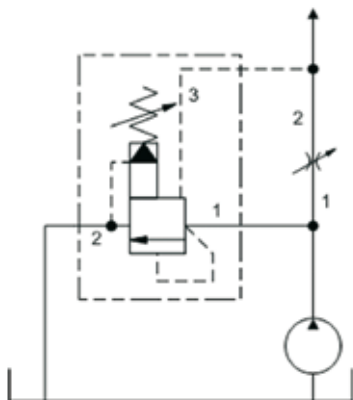

Bild 3.
- Anschluss 3 ist verbunden mit dem Auslass, also der Lastseite der Blende und Anschluss 1 ist verbunden mit der Einlassseite (Bild 3).